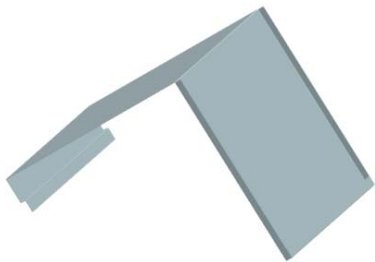

图 11-21 创建弯边特征 6
(14) 在“弯边”对话框中, 单击  按钮, 创建弯边特征 6, 如图 11-21 所示。